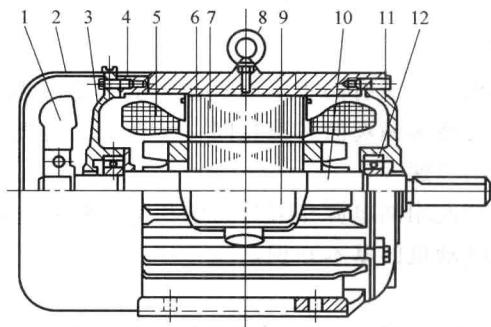
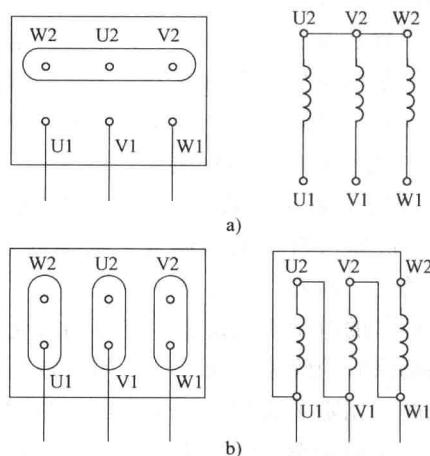

图 1-1 三相笼型异步电动机结构图
图 1-2 三相定子绕组的连接
三相异步电动机按结构可分为三相笼型（俗称鼠笼式）异步电动机和三相绕线转子异步电动机。图 1-1 所示为三相笼型异步电动机结构图。三相交流异步电动机一般由两个基本部分组成，一是固定不动的部分，称为定子；一是旋转部分，称为转子。
(1) 定子部分：定子部分（见图 1-1）由定子铁心 7、定子绕组 5 和机座 4 等组成。机座通常由铸铁制成，机座内装有用 0.5mm 厚的硅钢片叠制而成的定子铁心。为了减小涡流损耗，叠片间需要进行绝缘处理。一般小容量的电动机由硅钢片表面的氧化膜绝缘，大容量电动机的硅钢片间则涂有绝缘漆。定子铁心的内圆周上具有均匀分布的定子槽，槽内嵌放三相定子绕组。定子绕组与铁心之间垫有足够的绝缘强度的绝缘材料。中小功率的电动机定子绕组一般采用漆包圆铜线或铝线绕制，大型异步电动机的导线截面积较大，采用矩形截面的表面绝缘的铜线或铝线绕制，定子绕组分为三组，作为三相绕组嵌放在
定子铁心槽内，三相绕组在定子铁心内整个圆周空间彼此相隔  $120^\circ$  放置，构成对称的三相绕组，是电动机的电路部分。三相绕组的 6 个出线端引出后接在置于电动机外壳上的接线盒（见图 1-1 中的“9”）内。三相绕组的首端分别叫做 U1、V1 和 W1，其对应的末端分别叫做 U2、V2 和 W2。将接线盒中的 6 个接线端子进行适当连接，可以得到三相绕组的星形（Y）联结或三角形（Δ）联结，如图 1-2 所示。
(2) 转子部分：转子部分（见图 1-1）由转子铁心 6、转子绕组、转轴 10、风扇 1 等部分组成。
除了上述结构部件外，异步电动机还有前端盖、后端盖、轴承、风扇、风罩、吊环等，见图 1-1。